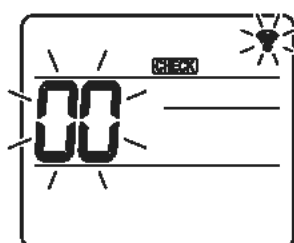

Fig. 7-16
7.4.2. Através do controlo remoto sem fios (Fig. 7-16, Fig. 7-17, Fig. 7-18, Fig. 7-19)
① Aceder ao modo de seleção da função
(Inicie esta operação a partir do estado de desligado do visor do controlo remoto.) [CHECK] (VERIFICAR) acende e "00" pisca. (Fig. 7-16)